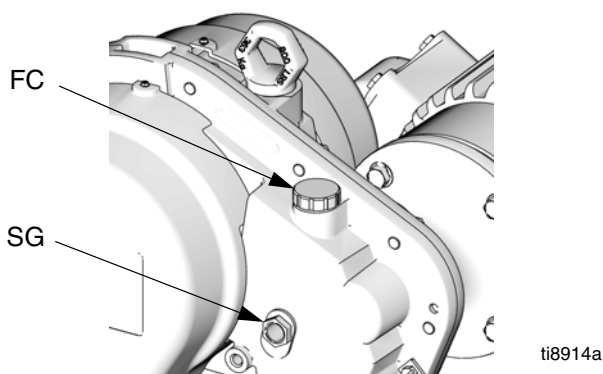

FIG. 6. Llenado de aceite
Abra la tapa de llenado (FC) y llene el depósito de aceite del reductor de engranajes con 1,9 l (2 cuartos de galón) de aceite Graco 288414 (el paquete incluye doce botellas de 0,9 l [1 cuarto de galón]). Verifique el nivel de aceite en la mirilla (SG) de la carcasa del reductor de engranajes. No llene excesivamente. Vea la FIG. 6.